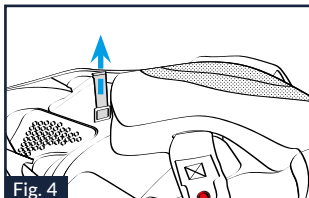

Fig. 4
5.2. Leicht am roten Riemen ziehen, welches im vorderen Bereich des Polsters der linken Wangenpolsterung angebracht ist, um den Sicherungshebel auf der Rückseite zu lösen (Abb. 4).
12.5. Den Sicherungshebel am Befestigungsbereich vom roten Riemen nach oben drücken, um ihn zur Wangenpolsterung zu drehen bis er sich in seiner geschlossenen Position befindet. (Abb. 4).